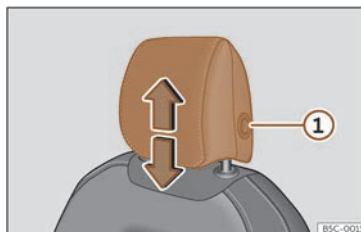
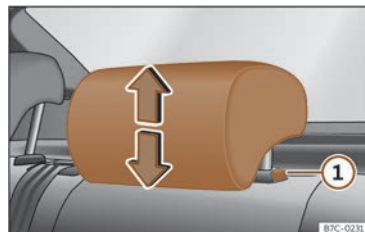

Fig. 91 Seient davanter: regulació del reposacaps.
Fig. 92 Reposacaps del darrere: regulació del reposacaps.
- Agafeu el reposacaps amb les dues mans pels costats i empenyeu cap amunt fins a encaixar-lo amb la posició desitjada. Per abaixar-lo, feu la mateixa acció tot prement el botó lateral ① >>> fig. 91, >>> fig. 92.